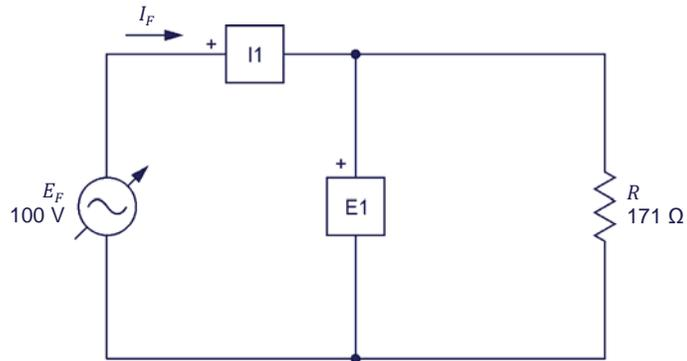

Figura 1-20. Circuito ca que contiene un resistor, un voltímetro y un amperímetro para medir tensión, corriente y potencia.
6. Monte el circuito mostrado en la figura 1-20.